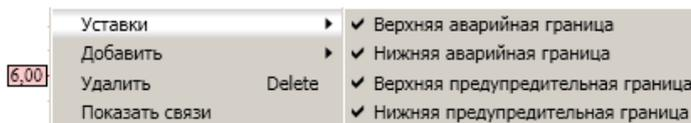

Рис. 1.9 Установки оси Y
10. По правой кнопке мыши на оси Y выберите пункт Установки и установите флаги напротив всех границ, рис.1.9. Установки оси Y.